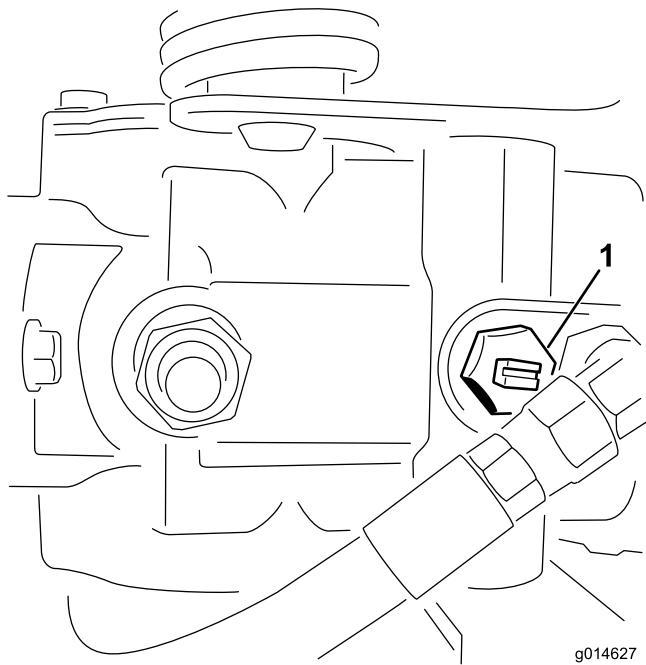

図 39
- 油圧ポンプについているバイパスバルブ図 39 の溝が「縦」になるようにバルブを回転させる。
2. エンジンを始動する時には、必ずバイパスバルブ図 39を閉じる溝が横向きになる。バルブを開けたままでエンジンを掛けないこと。